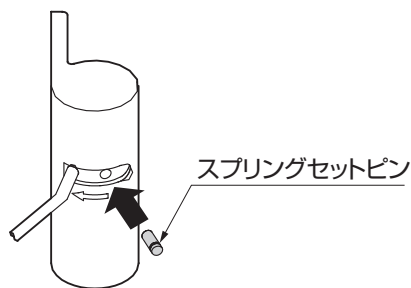

図6-5
⑤所定の巻込み量を巻込んだら、スプリングセットピンを挿入してスプリングが戻らないようにしてください。(図6-5参照)